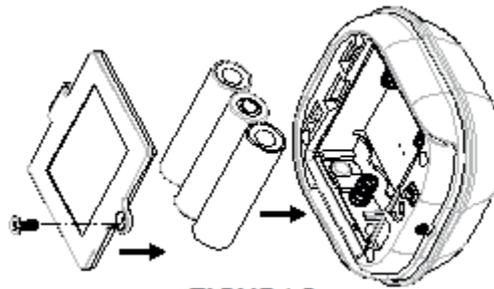

**FIGURA 2**
- 1) Togliere le viti dal bordo inferiore del sensore per staccare il coperchio posteriore (figura 2).